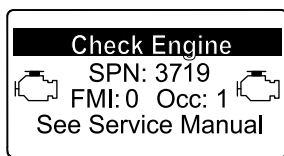

Figura 56
- Aviso do motor SPN 3719, FMI: 0 (Figura 56)